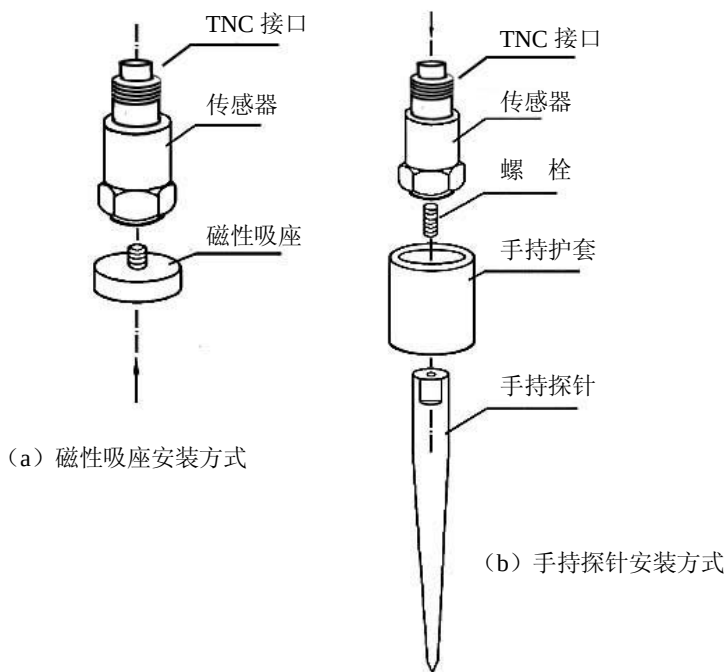

图 1
2) 选择好传感器在振动体上的安放形式（可选择手持式探针，磁性吸座或用 M5 螺栓连接）。探针及磁性吸座与传感器的连接见图 1。